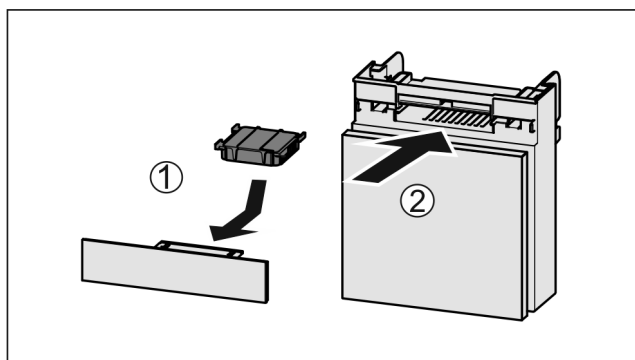

Fig. 84
- ▶ Pange Fig. 84 (1) aktiivsõefilter joonise järgi sisse.
- ▶ Lükake Fig. 84 (2) laegas sisse.